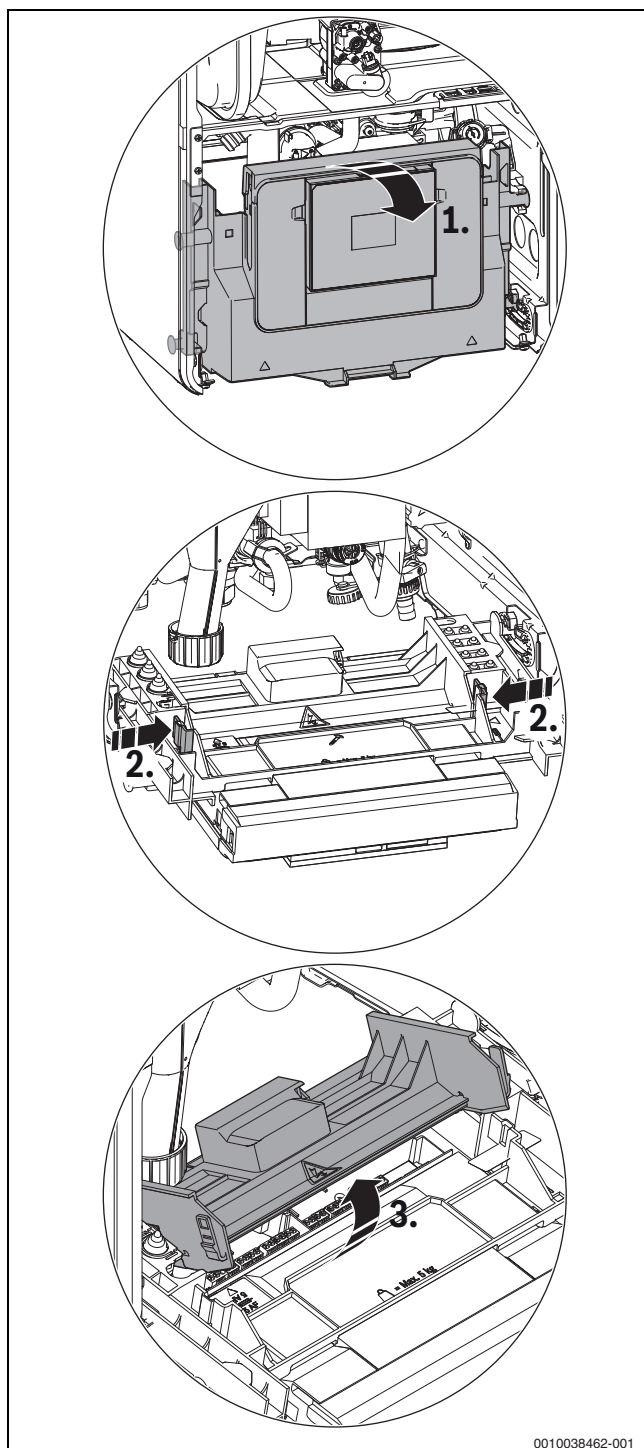

Fig. 26 Ouverture du cache
- Rabattre l'appareil de commande (→ fig. 26).